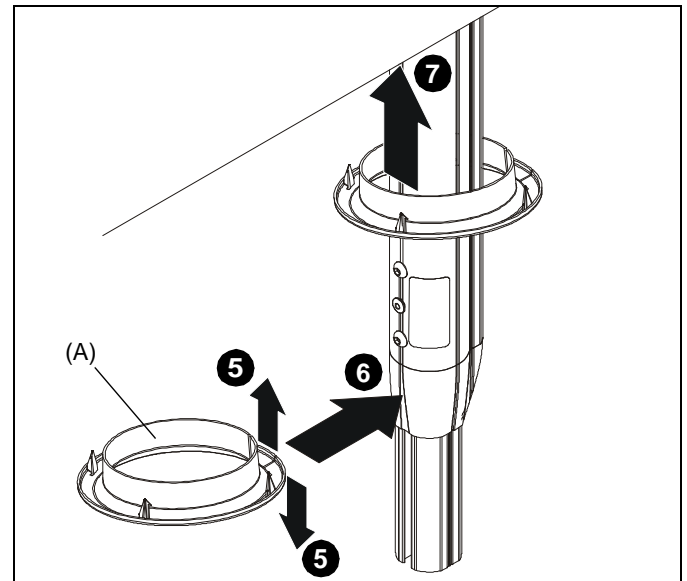

Abb. 11
5. Bewegen Sie den Ring (A) so, dass er die Ausziehsäule umschließt. (Siehe Abb. 11)
6. Hüllen Sie den Ring (A) um die Ausziehsäule. (Siehe Abb. 11)
7. Drücken Sie den Ring (A) in das Loch, das in Schritt 3 gefertigt wurde, bis er sicher in das Loch passt. (Siehe Abb. 11)